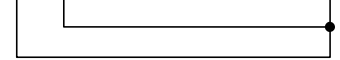

Abb. 7
**Anmerkung:** werden keine Sicherheitsvorrichtungen beim Schließvorgang angeschlossen, so sind die Klemmen **CL** und **-TX FSW** mit Überbrückungsklemmen zu versehen (Abb. 7).
**Anmerkung: werden keine Sicherheitsvorrichtungen beim Öffnungsvorgang angeschlossen, so sind die Klemmen OP und -TX FSW mit Überbrückungsklemmen zu versehen (Abb. 7).**